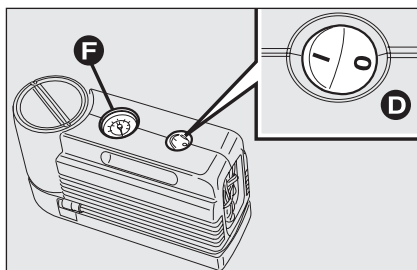
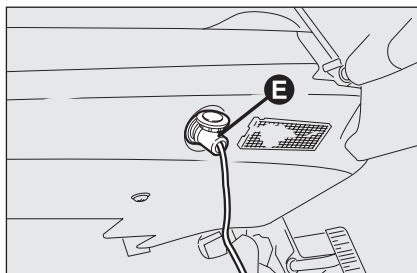

рис. 10
рис. 11
- Убедитесь, что переключатель компрессора **D-рис. 10** установлен на 0 (выкл.), запустите двигатель и вставьте вилку **E-рис. 11** в ближайшую розетку, а затем включите компрессор нажатием переключателя **D-рис. 10** на 1 (вкл.). Накачивайте шину до достижения в ней давления, указанного в параграфе "Давление в шинах" главы "Технические условия".
Проверьте давление в шине на манометре **F-рис. 10** при выключенном компрессоре (для точности показания);